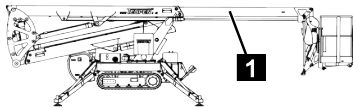

Fig. 178
2. Sortir le vérin du bras supérieur (Fig.178/1) à l'aide du mode d'entretien (↳ Chapitre 7.16 „Mode d'entretien”, page 128).